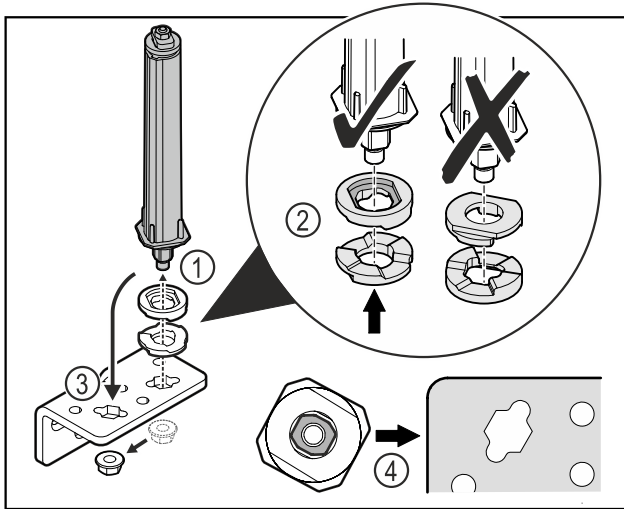

Fig. 34
- Desserrer l'écrou et retirer le système de fermeture de porte Fig. 34 (1).
- Veiller à ce que les rondelles de réglage de la hauteur soient correctement orientées Fig. 34 (2).
- Mettre le système de fermeture de la porte dans l'autre trou de l'équerre de charnière et le fixer avec l'écrou Fig. 34 (3).
- Lors de la mise en place, veiller à bien orienter le système de fermeture de porte Fig. 34 (4).